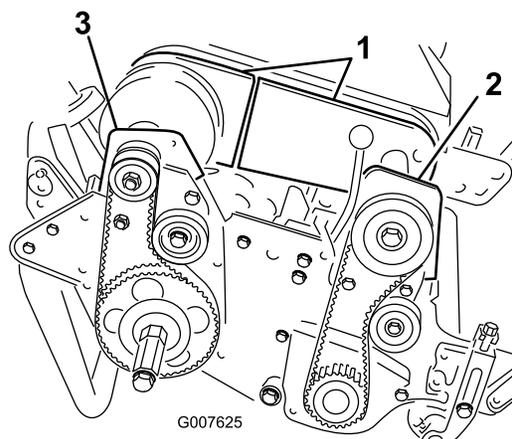

Рисунок 45
4. Снимите болты крепления передней и задней частей крышки дифференциала к корпусу дифференциала и отодвиньте части крышки, чтобы открыть ремень (Рисунок 45).
6. Снимите 2 болта и контргайки, которые крепят передний корпус муфты к боковой плите (Рисунок 45).
8. Снимите 2 болта и контргайки, которые крепят корпус правого заднего подшипника к боковой плите (Рисунок 45).